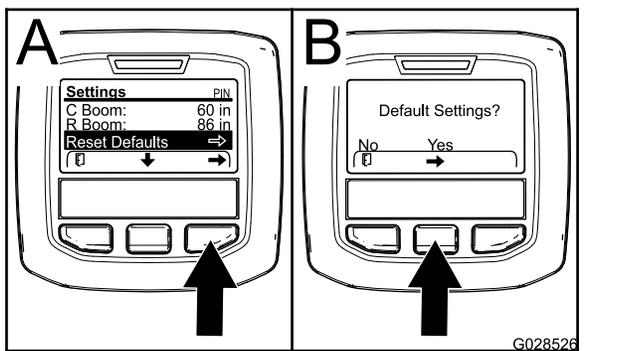

图28
- 按中间选择按钮导航至恢复默认值条目图28。
- 在默认设置屏幕中按左侧选择按钮为“否”按右侧选择按钮为“是”图28。